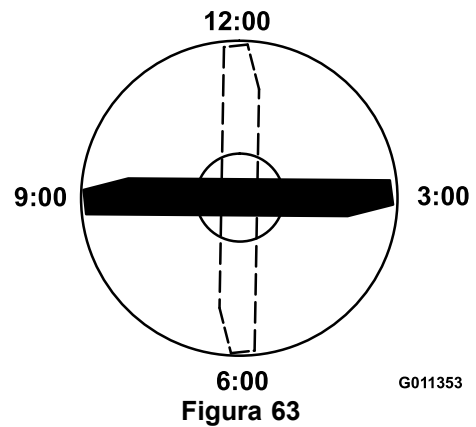

Figura 63
4. Coloque el filo de corte del extremo marcado de la cuchilla en la posición de las 12 (hacia adelante, en el sentido de la siega) y mida la altura desde la mesa hasta el filo de corte de la cuchilla (Figura 63).
5. Gire el extremo marcado de la cuchilla a las posiciones de las 3 y de las 9 y mida las alturas (Figura 63).